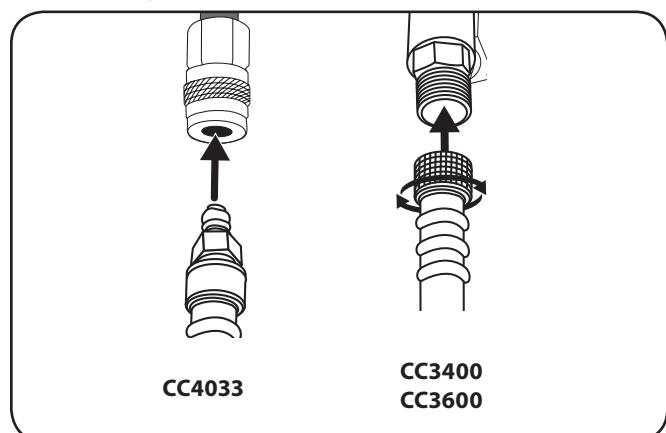

Figure 5-3
7. Attachez le boyau à haute pression à la sortie de la pompe. Voir Figure 5-3.